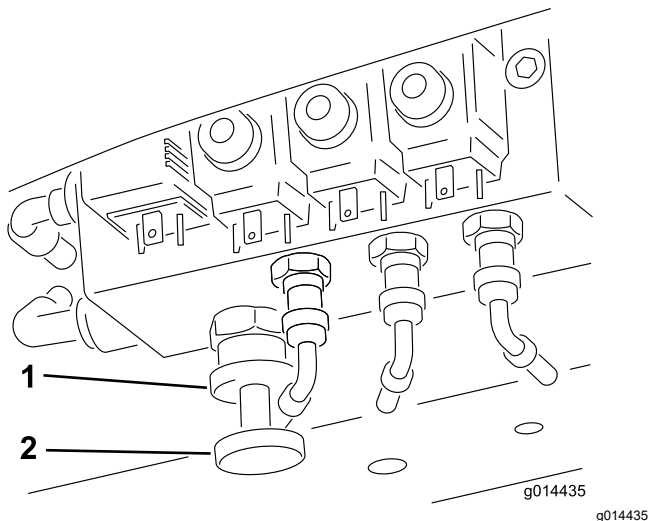

Figura 33
Trasferimento del peso. La portata del trasferimento di peso può essere variata a seconda delle condizioni in cui si opera, ruotando la rotella di trasferimento del peso (Figura 33) nel modo seguente:
1. Allentate il dado di bloccaggio della valvola girandolo di 1/2 giro in senso antiorario e mantenetelo in questa posizione (Figura 33).
2. Ruotate la rotella della valvola (Figura 33) in senso antiorario al fine di ridurre il trasferimento di peso oppure in senso orario per aumentarlo.